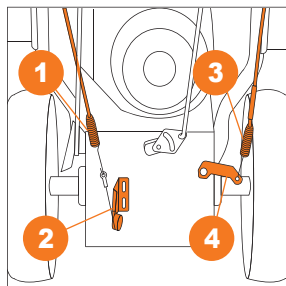

Рис. 6
- Застегните левый трос привода на колеса **1** в специальном кронштейне **2** подметальной машины (Рис. 6).
- Застегните правый трос привода вращения щетки **3** в специальном кронштейне **4** подметальной машины (Рис. 6).